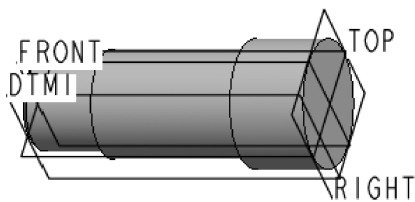

图 5-15 创建基准面
(1) 打开文件“liti5-2. prt”。
(2) 单击【基准面】按钮，弹出【基准面】对话框。
(3) 选择“FRONT”基准面为参照，使用【偏移】约束，在【平移】组合框中输入“16”，模型树和图形区出现基准面“DTM1”，单击按钮，完成基准面，如图 5-15 所示。